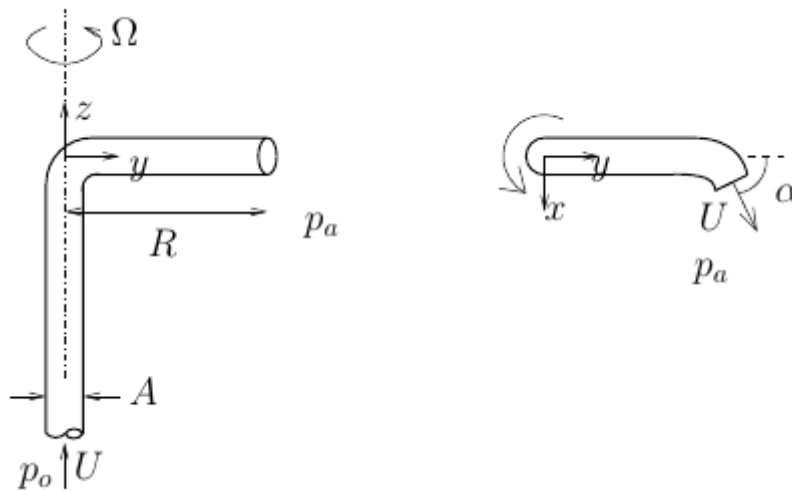

Figura 7: Aspersor con un solo brazo
8. Un aspersor formado por un único conducto, esquematizado en la figura 7. El brazo del aspersor forma ángulo recto con el conducto de entrada y tiene una boquilla en el extremo, dispuesta de tal forma que la corriente descarga al exterior un con ángulo α respecto al brazo del aspersor. Esta deflexión de la corriente provoca que el aspersor gire a velocidad angular Ω si el par \vec{M}_R de resistencia al giro es nulo. Por el aspersor circula un caudal Q de agua, de densidad ρ constante. El área de la sección transversal del conducto es A en toda su longitud (incluida la boquilla de descarga) y la longitud del brazo es R . En la sección de entrada al aspersor la presión del agua es p_0 y la descarga ocurre a la atmósfera a presión p_a .